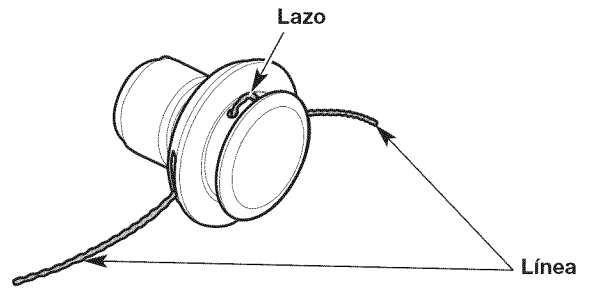

Fig. 25
4. Tire de los extremos del hilo hasta que quede tenso contra el cabezal de corte. Asegúrese de que los extremos del hilo sean de igual longitud (Fig. 25). Si un extremo es más largo que el otro, empuje el extremo más largo nuevamente a través del cabezal de corte parcialmente y tire del extremo más corto hacia afuera. De ser necesario, repita el proceso hasta que ambos extremos sean de igual longitud.
5. Presione el lazo expuesto del hilo de recorte hasta que esté ajustado contra el cabezal de corte (Fig. 25).